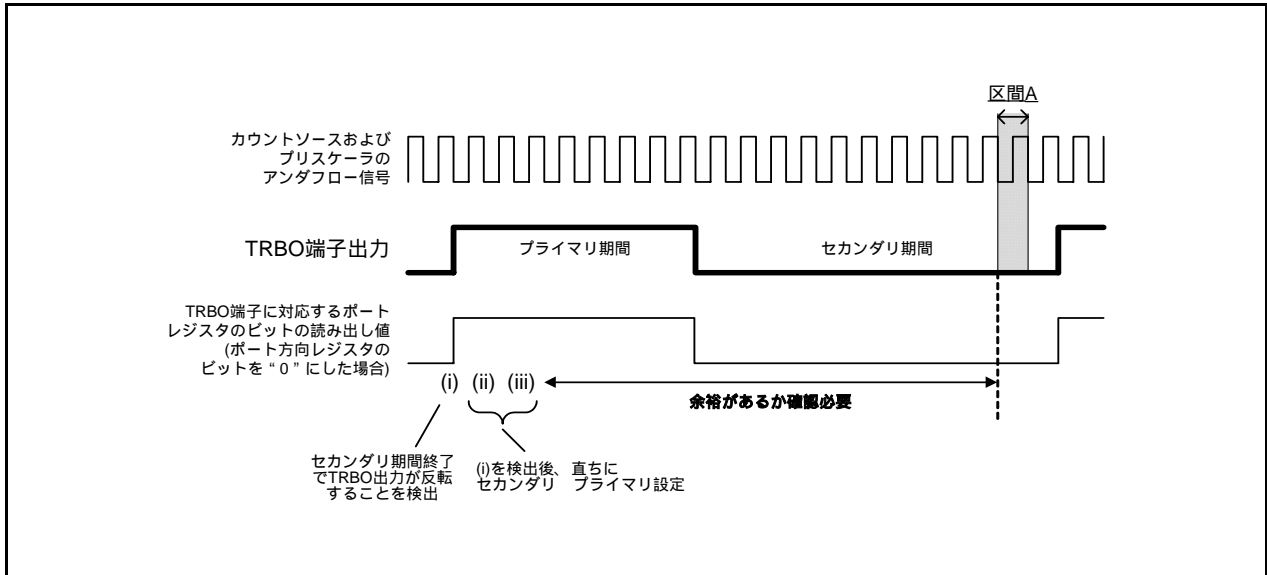

図 14.25 対策例(b)のTRBO端子出力値を読む例
- (1) カウント中(TCSTFビットが“1”)にTRBPRESレジスタ、TRBPRレジスタに書き込む場合は、下記の点に注意してください。
- (2) カウント中(TCSTFビットが“1”)にTRBSCレジスタ、TRBPRレジスタを変更する場合は、タイマRB割り込み等でTRBO出力周期に対して同期を取り、同一出力周期内で一度だけ行うようにしてください。また、図14.24および図14.25の区間Aで、TRBPRレジスタへの書き込みが発生しないことを確認してください。
図 14.25 に示すように TRBO 端子の出力レベルからプライマリ期間の開始を検出し、プライマリ期間の開始直後に、TRBSC レジスタ、TRBPR レジスタへ書いてください。書き込みは区間 A までに終了させてください。なお、TRBO 端子に対応するポート方向レジスタのビットを“0”(入力モード)に設定し、ポートレジスタのビットの値を読むと、読んだ値は TRBO 端子の出力値になります。